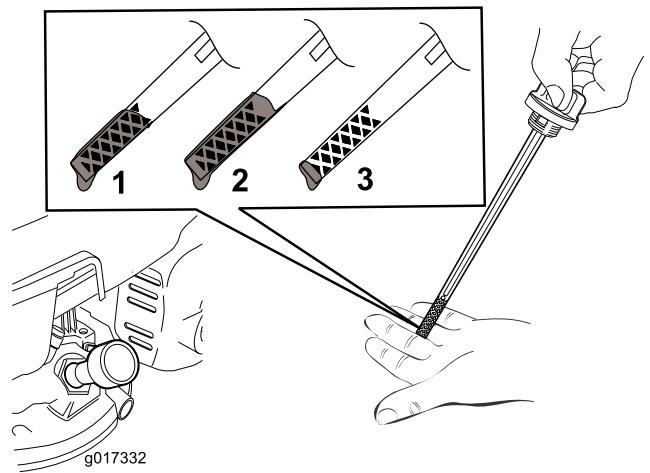

図 12
- オイルの量の確認方法は図12を参照。
注 ディップスティックで量を確認しながら 図 12 に示される適正量までオイルを入れる。オイルを入れすぎてしまった場合には、エンジンオイルの交換\(ページ 14\)の項に従って余分なオイルを抜き取ってください。